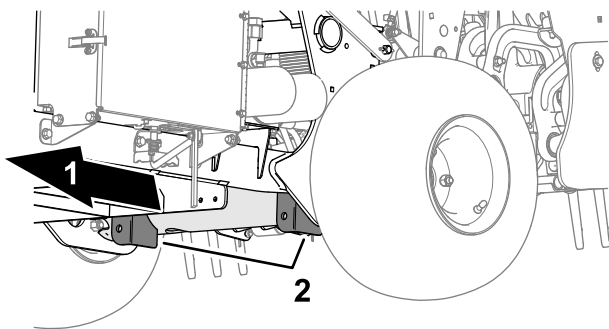

Figure 139
- Placez le cric solidement sous la plaque du cadre, juste à l'intérieur de la roue arrière (Figure 139).